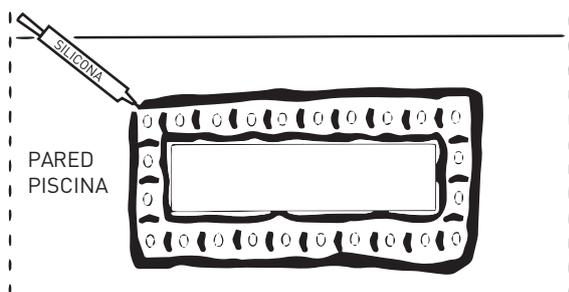

Fig. 28a
a) Acoplamiento del/de los skimmer/s (Fig. 28a, 28b, 29)